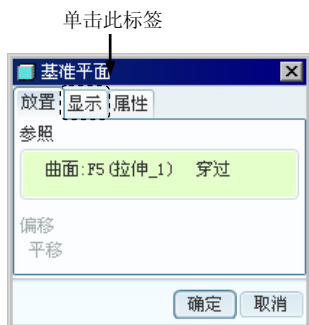
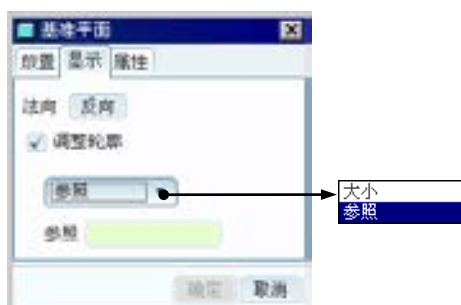

图 5.19.10 “放置”选项卡
图 5.19.11 “显示”选项卡
Step2. 在图 5.19.10 所示的对话框中, 打开“显示”选项卡, 如图 5.19.11 所示。
Step3. 在图 5.19.11 所示的对话框中, 单击“反向”按钮, 可改变基准平面的法向方向。
方法二: 拟合参照大小。在图 5.19.11 所示的对话框中, 选中 调整轮廓 复选框, 在下拉列表中选择“参照”, 再通过选取特征/曲面/边/轴线/零件等参照元素, 使基准平面的显示大小拟合所选参照元素的大小。